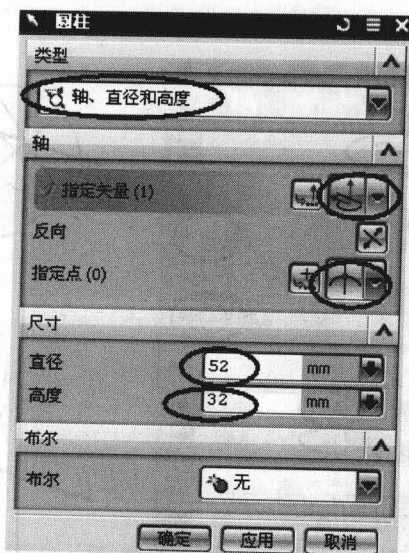
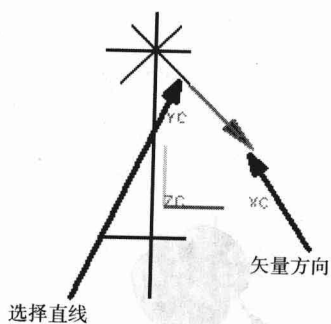

图 1-25
图 1-26
选项，如图 1-25 所示；在【指定矢量 (1)】下拉框中选择  (沿直线) 选项，然后在图形中选择图 1-26 所示的直线，图中出现矢量方向；在【指定点 (0)】下拉框中选择  (交点) 选项，然后在图形中选择图 1-27 所示的两条直线，在【直径】、【高度】栏中输入